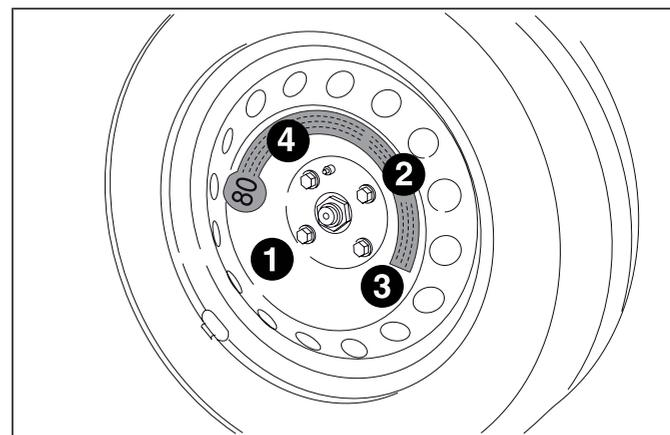

fig. 116
- en se servant de la clé A, visser à fond les boulons, en passant alternativement d'un boulon à celui diamétralement opposé, en suivant l'ordre numérique illustré en fig. 116 ;